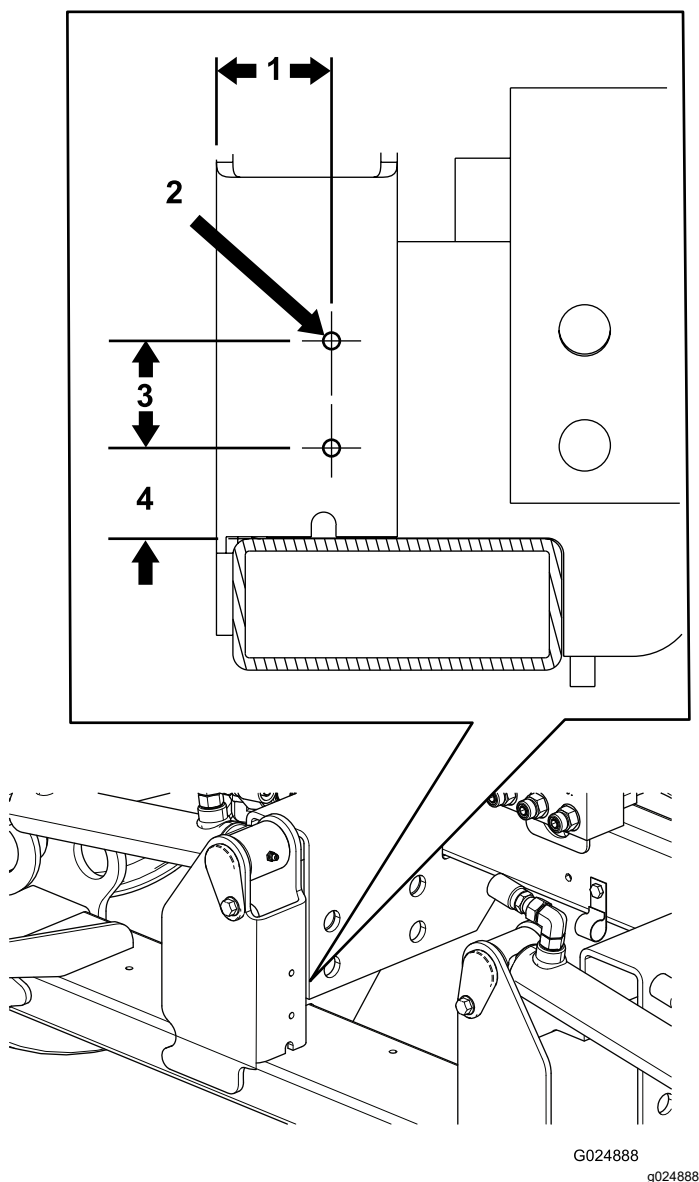

Figure 5
1. En vous aidant des dimensions indiquées sur la Figure 5, localisez, marquez et percez 2 trous (0,221 ou 0,228" de diamètre, taille de foret n° 1 ou n° 2) dans le tube du cadre du groupe de déplacement pour le bras de levage numéro 5. Ne percez pas le tube de part en part.